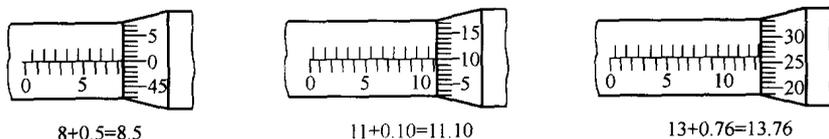

图 1-12 千分尺上读数举例
- ① 先读出固定套管上露出刻线的毫米整数和半毫米数。
- ② 微分套筒上哪一格与固定套管基准线对准，读出小数部分（百分之几毫米），不足一格的数可用估计法确定出千分之几毫米。
- ③ 将整数和小数相加，即为被测工件的尺寸读数。千分尺读数举例如图 1-12 所示。